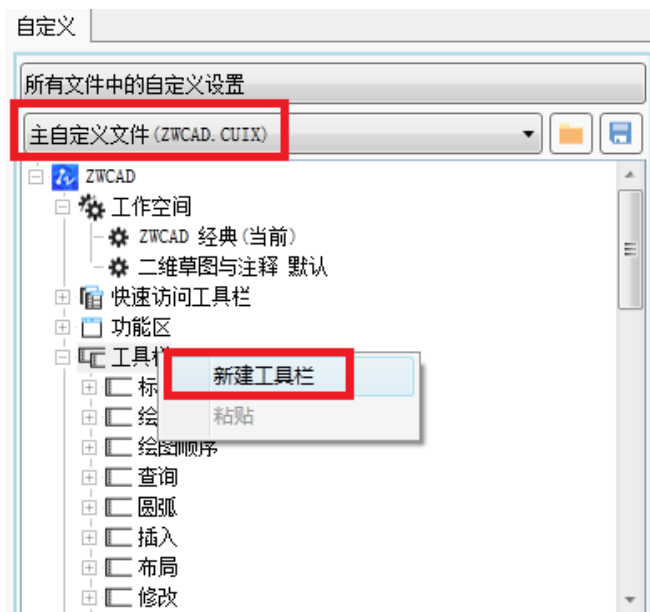

图 2-31 新增选项卡
- 3) 选中“工具栏”项点击右键，在系统弹出快捷菜单中选择“新建工具栏”，如图 2-31 所示。